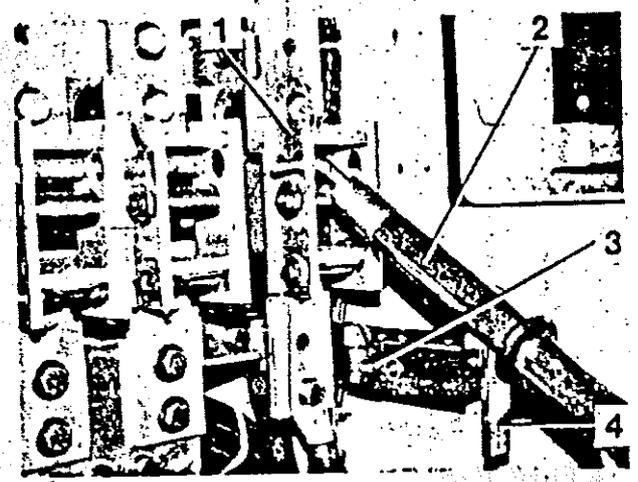

Figura 35 Seccionador de calefacción con llave UIC, en el armario del disyuntor CP.
- Abrir el seccionador de calefacción (Figura 35/1) con el util (Figura 35/2), hasta el tope (Figura 35/3), sacar la llave UIC (Figura 35/4) y conjuntamente con la llave WESA entregarla al personal responsable del acoplamiento.